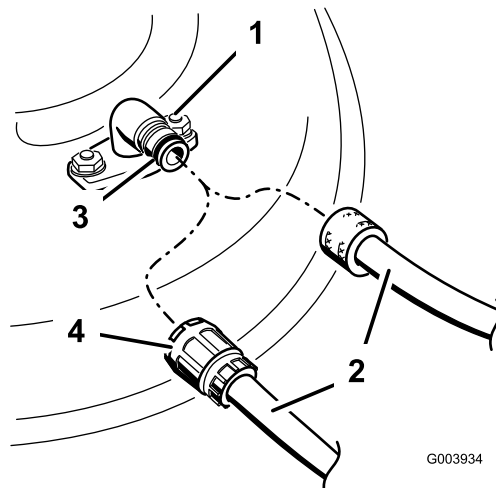

Bild 77
3. Montieren Sie die Schlauchkupplung auf die Kupplung am Mähwerk-Spülanschluss und drehen Sie das Wasser mit starkem Druck auf (Bild 77).